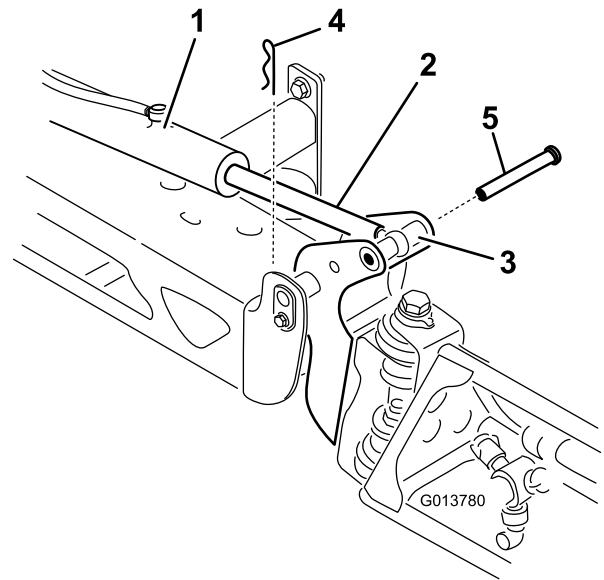

Bild 96
2. Nehmen Sie den Splint vom Lagerbolzen ab (Bild 96).
3. Heben Sie den Ausleger an und nehmen Sie den Stift (Bild 96) ab, senken Sie den Ausleger dann langsam auf den Boden ab.
- Halten Sie den Ausleger fest und stecken Sie den Stift durch das Auslegerscharnier und die Aktuatorstange (Bild 96).